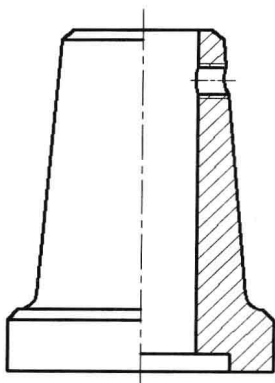

图 6-6-2
(2) 单击“确定”按钮，单击一点，插入支座零件图形并被分解，如图 6-6-2 所示。
(3) 用同样的方法，将“调节螺母零件图.dwg”文件的图形插入在“螺母”图层，在